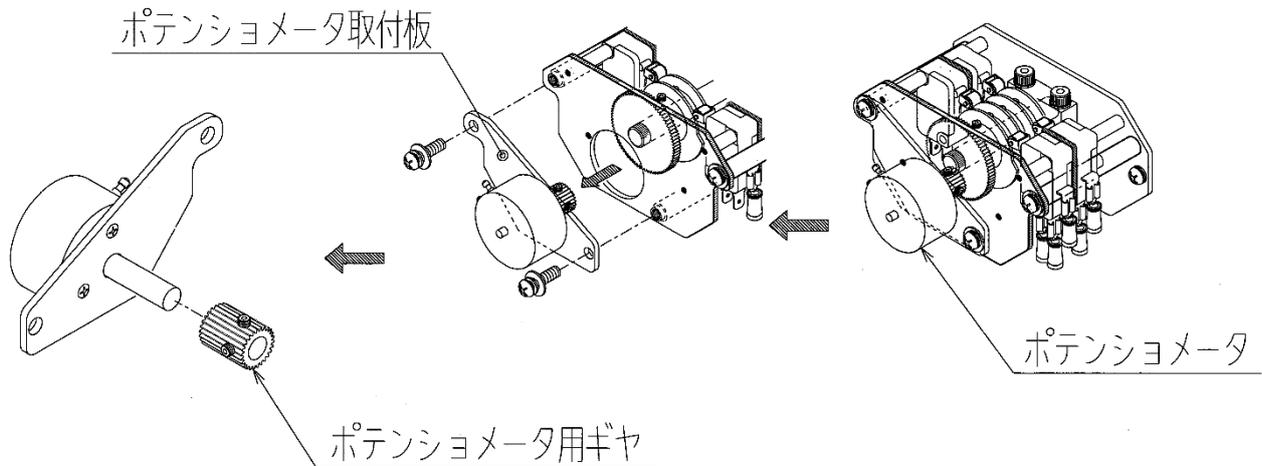
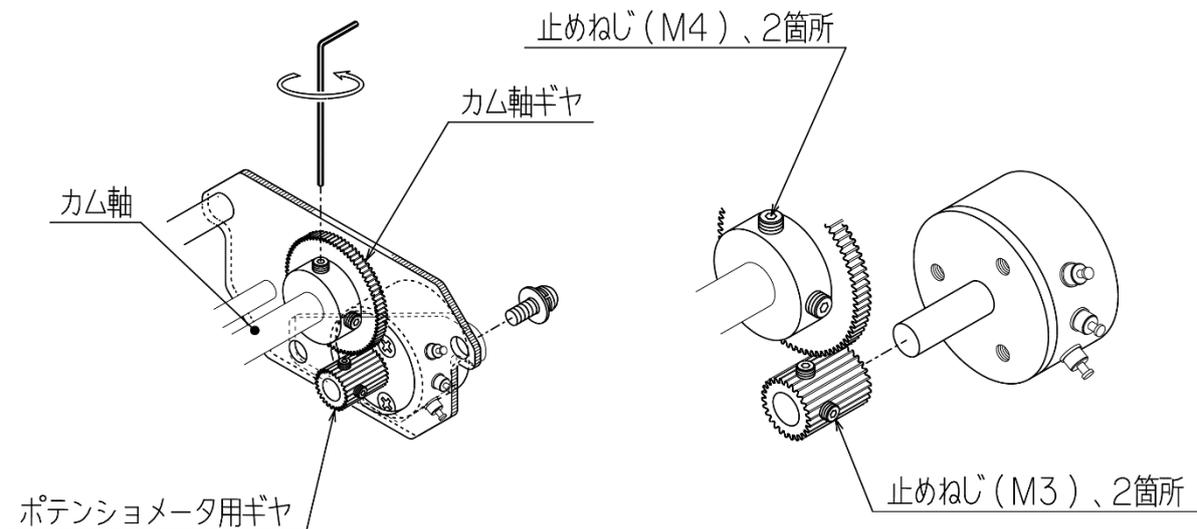

図10：ポテンシオメータの取り外し
図11：ポテンシオメータの調整
(1) ポテンシオメータの交換要領（制御動作C形、巻線抵抗形ポテンシオメータ135Ωの場合）
- ①コントロールモータを電動動作で全閉位置とし電源を遮断します。
- ②コントロールモータのスイッチカバーを外します。
- ③端子箱カバーを外し、端子BM, RM, WMに接続されている外部配線を解線します。
- ④端子RM-WM間にテスタ（抵抗レンジ）をあて抵抗値を測定、記録します。
- ⑤ポテンシオメータ本体の3端子に接続されているリード線色と端子番号を記録します。
- ⑥ポテンシオメータの端子付近からリード線を切断します。
- ⑦ポテンシオメータ取付板を取り外します。（図10参照）
- ⑧ポテンシオメータに付いているギヤを外し、ポテンシオメータを取付板から取り外します。
- ⑨新しいポテンシオメータを取付板に取付け、⑧で取り外したギヤをポテンシオメータ軸に取付けます。（図11参照）
- ⑩リード線をポテンシオメータ端子にはんだ付けします。リード線は⑤で記録した内容通りに接続してください。又、端子へのはんだ付け作業は出来るだけ手早く行ってください。
- ⑪ポテンシオメータ取付板を本体に取付けます。この時、端子RM-WM間の抵抗値を測定し、おおよそ④で測定した数値に近い位置で組み付けると、後工程の調整作業がやり易くなります。尚、組み付けの際はギヤのかみ合い状態がきつくなりすぎないように注意してください。（若干のかみ合いガタがある程度が良い状態です）
- ③端子箱カバーを外し、端子BM、RM、WMに接続されている外部配線を解線します。
- ④カム軸ギヤを固定している止めねじ（M4六角穴付き）を2本とも緩めます。
- ⑤端子RM-WM間にテスタ（抵抗レンジ）をあて抵抗値を測定しながらカム軸ギヤを指で回し、抵抗値が約2Ωとなる位置でカム軸ギヤの止めねじを仮固定します。（図11参照）